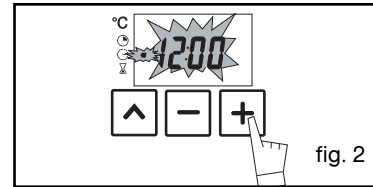

fig. 2
- Pulse el mando + o - para regular la hora de fin de cocción deseada (fig. 2).